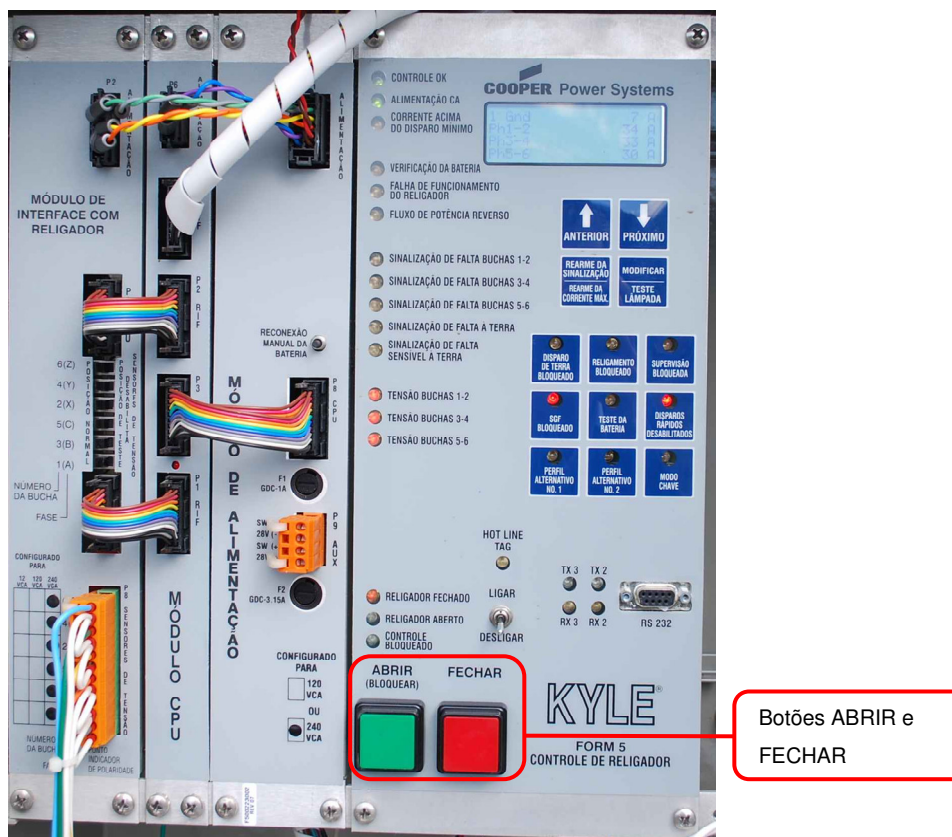

Figura 7 – Religador com controle F5.
4.7.1. Abertura (Vide Figura 7)
4.7.2. Fechamento (Vide Figura 7)